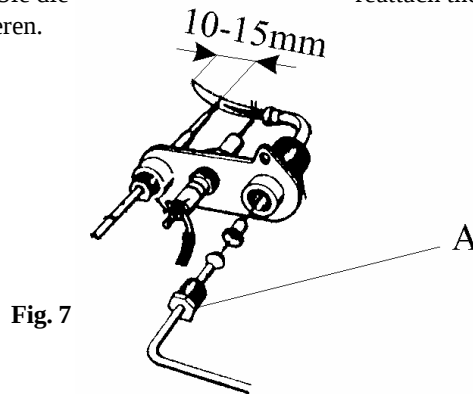

Fig. 7
Die Spannmutter (A) der Zündflammenleitung losdrehen und die Leitung aus dem Zündflammenbrenner ziehen. (Abbildung 7). Sie müssen die montierte Einspritzdüse kontrollieren und, wenn notwendig, gegen eine neue auswechseln. Kontrollieren Sie die Kodenummer (siehe technische Daten). Darauf müssen Sie die Zündflammenleitung wieder montieren.
Loosen the securing nut (A) of the pilot-flame pipe and pull the pipe out of the pilot-flame burner (fig. 7).
Die Spannmutter (A) der Zündflammenleitung losdrehen und die Leitung aus dem Zündflammenbrenner ziehen. (Fig. 7). Sie müssen die montierte Einspritzdüse entfernen und gegen eine neue auswechseln. Kontrollieren Sie die Kodenummer (siehe technische Daten). Darauf müssen Sie die Zündflammenleitung wieder montieren.
Loosen the securing nut (A) of the pilot-flame pipe and pull the pipe out of the pilot-flame burner (fig. 7). Remove the fitted nozzle and replace it by a new one. Check that the code number is correct (see technical data). Now reattach the pilot-flame pipe.